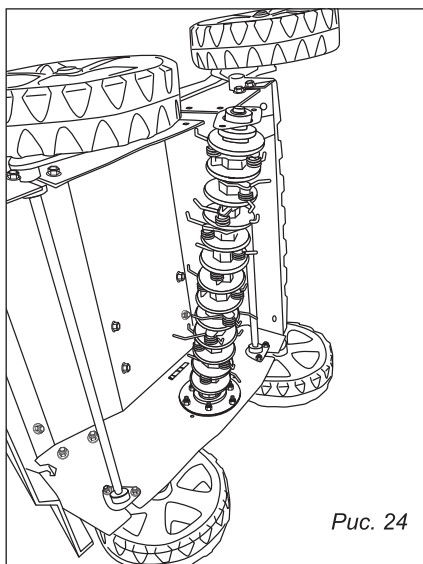

Рис. 24
1. Наклоните деку с двигателем на левую сторону, как показано на рис. 24.